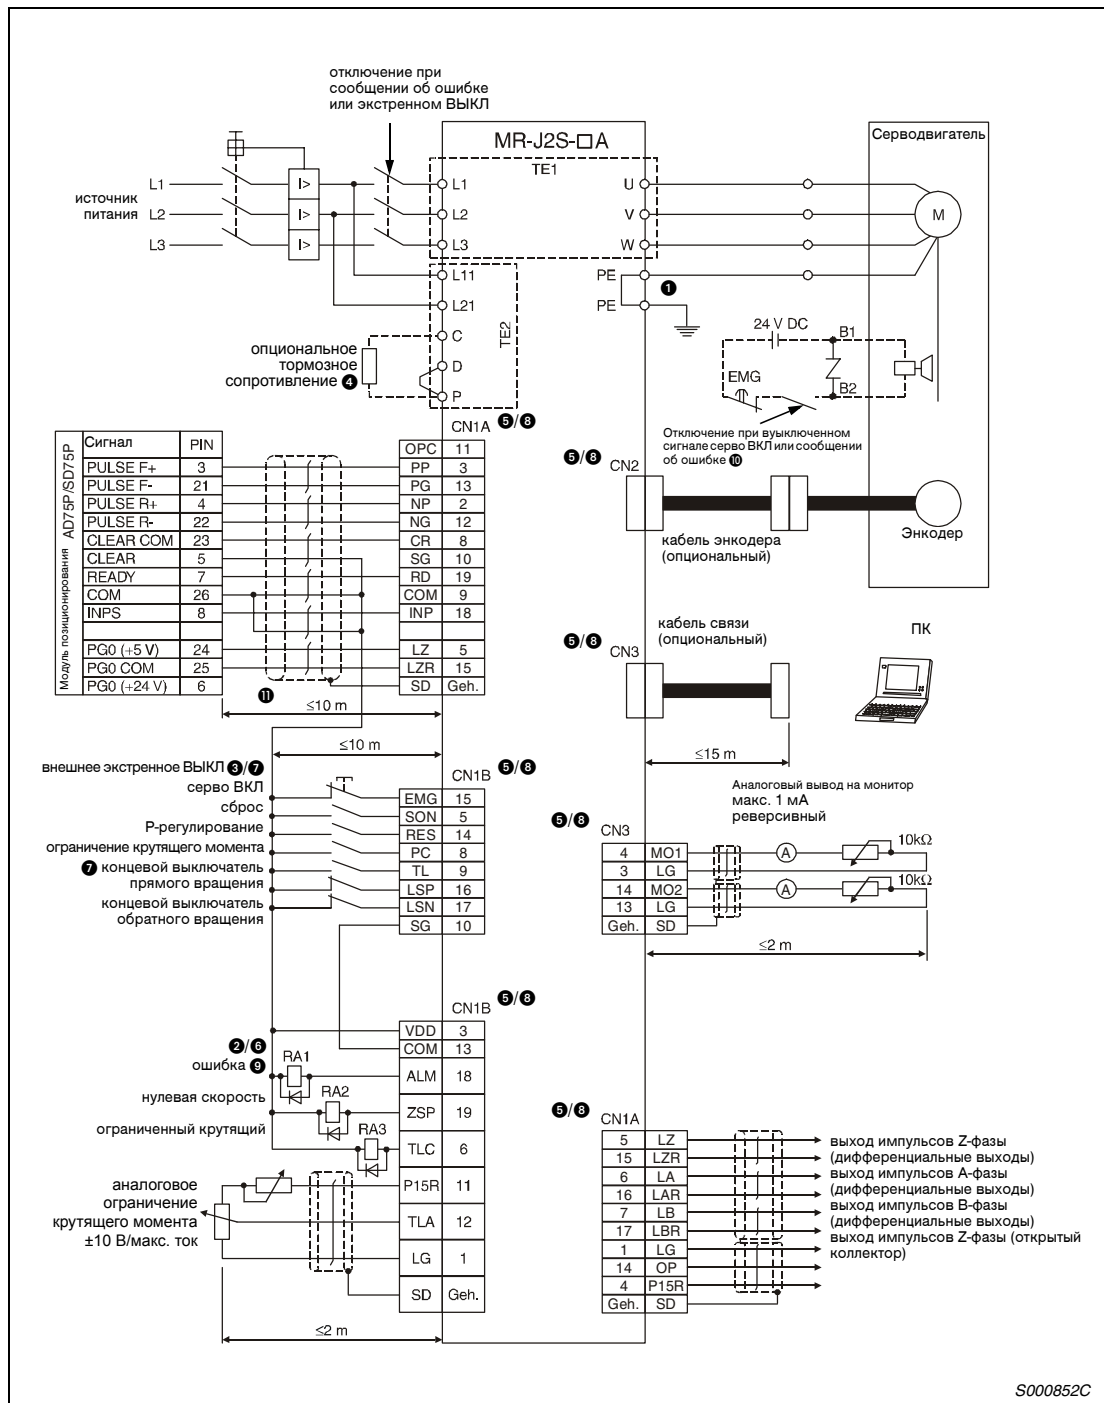
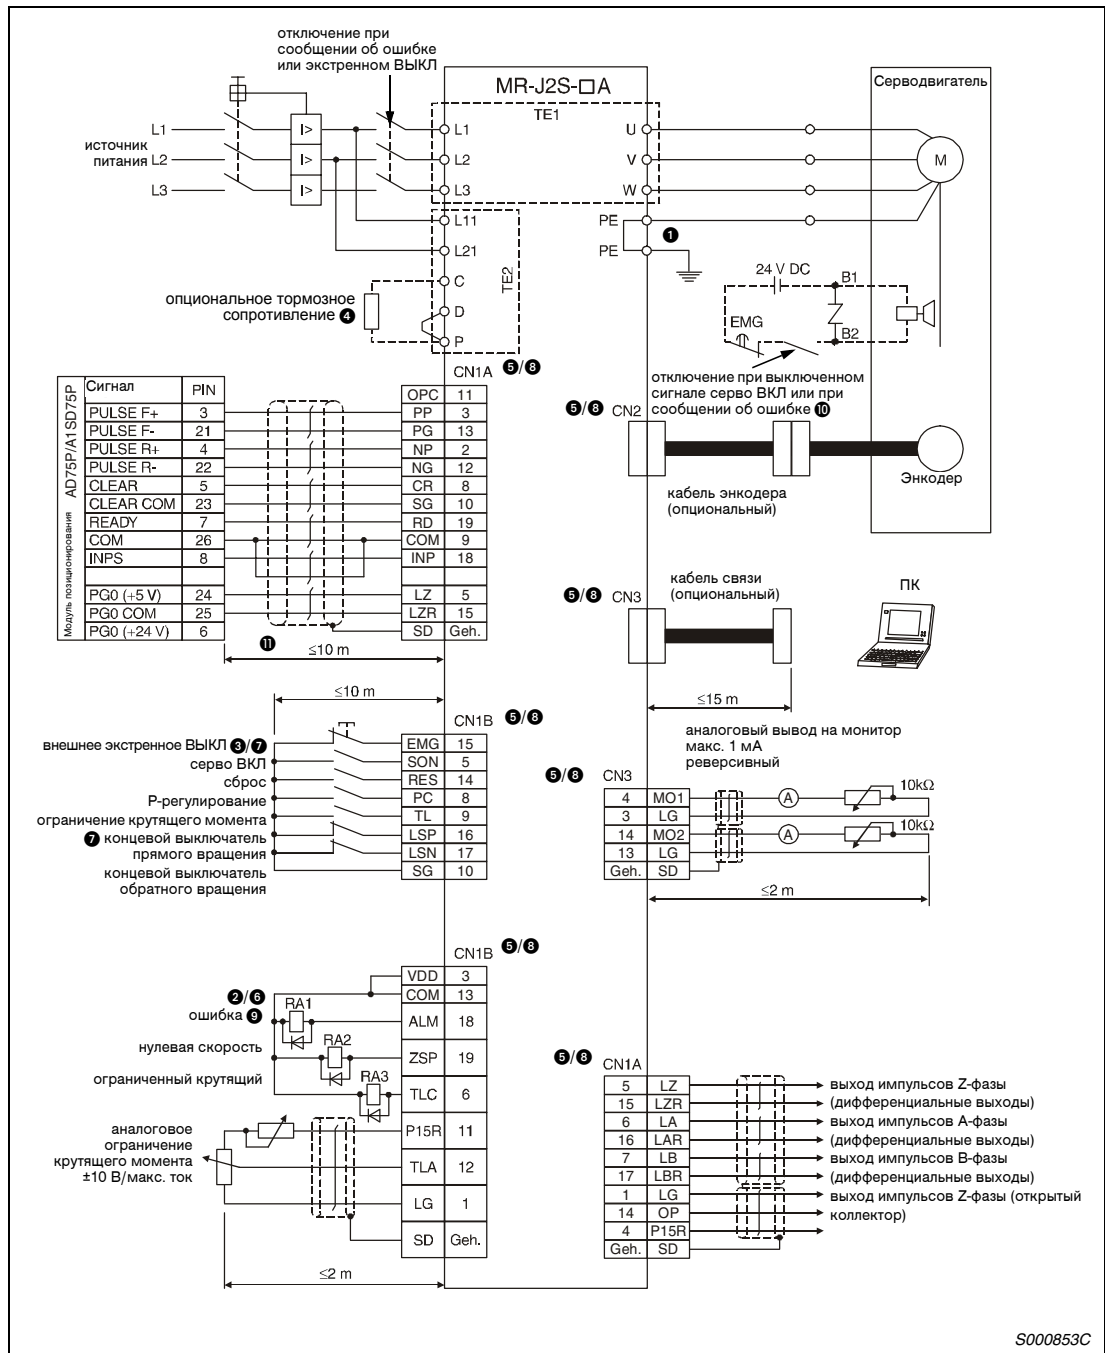

Рис.3-35: Примерная схема для регулирования положения с положительной логикой входа и внутренним источником питания (отрицательная логика выхода)
Рис.3-36: Примерная схема для регулирования положения с отрицательной логикой и внутренним источником питания
- 1 Соблюдайте правильность заземления серводвигателя и сервоусилителя. Во избежание электрического удара Вам необходимо соединить клемму защитного соединения (PE) сервоусилителя, обозначенную  $\perp$ , с клеммой заземления распределительного ящика.
**Указания к рис. 3-35 и рис. 3-36**